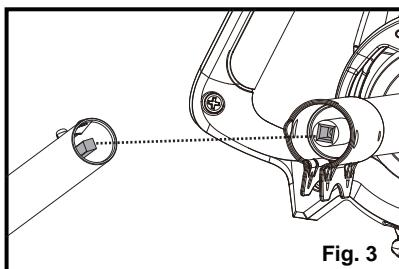

Fig. 3
- Revise que los ejes estén alineados como indica la imagen (Fig. 3). Si no están alineados, gire levemente el cabezal de la bordeadora para ajustar el eje hasta que se alinee.